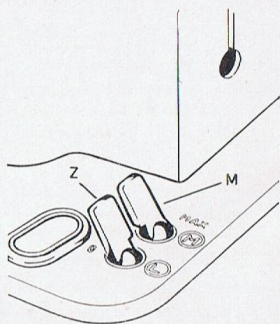
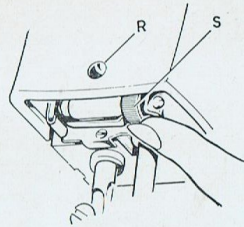

Abb. 24
Abb. 25
- Schalter «Z» (Abb. 24) auf Stellung «L» geschaltet, wobei das rote Kontroll-Licht «R» aufleuchten muss (Abb. 25).
Bei den elektrisch angetriebenen Nähmaschinen kann die Beleuchtung durch Drehen des Schirmes «S» (Abb. 25) ausgeschaltet werden.
Bei Nähmaschinen mit Fussantrieb genügt es dagegen, den Schalter «Z» (Abb. 24) auf «0» zu stellen.